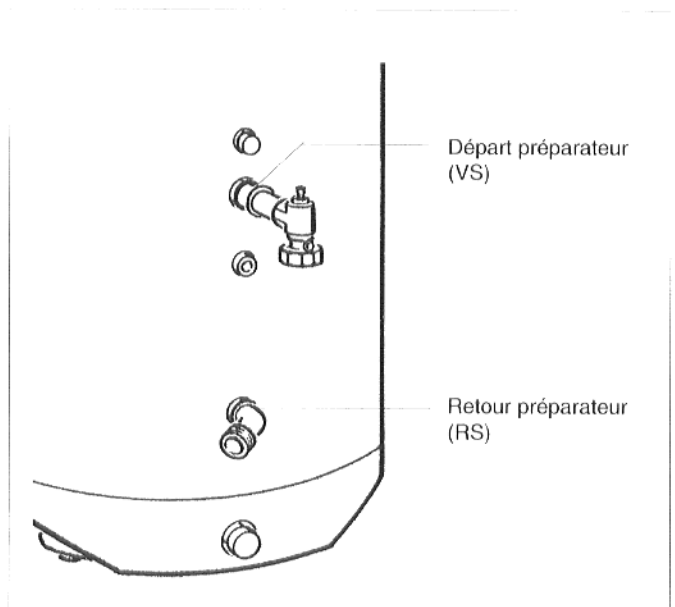

Fig. 4 : arrière du préparateur
- Monter, en assurant l'étanchéité, le coude avec raccords à vis sur le retour préparateur (RS) (fig. 4).
- Monter, en assurant l'étanchéité, la soupape de non-retour avec purgeur d'air manuel, raccord double à vis, manchon et écrou-raccord sur le départ préparateur (VS) (fig. 4).